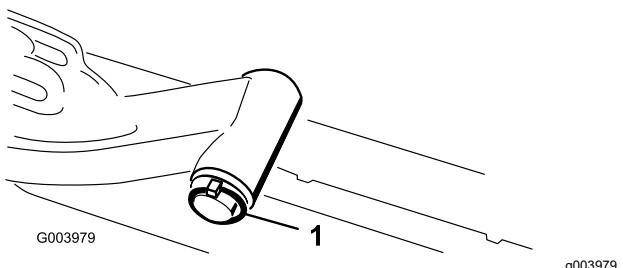

Figura 18
- A. Retire o pino de sujeição e a anilha que prende o veio da articulação do braço de elevação ao braço de elevação e faça deslizar o veio de articulação do braço de elevação para fora do braço de elevação (Figura 18).
- C. Insira o veio do braço de elevação no braço de elevação e prenda-o com a anilha e o pino de sujeição (Figura 18).